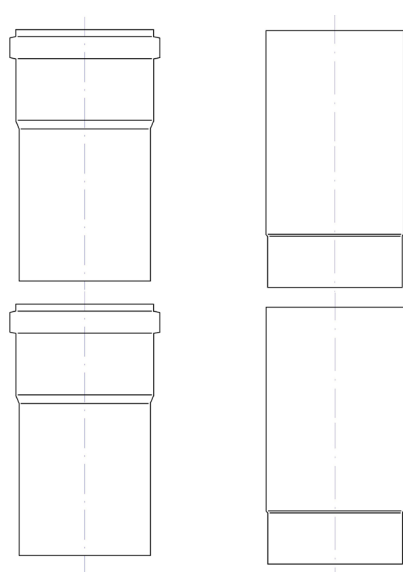

Fig.1
Il sistema NERINO MU e NERONE MV sono realizzati con giunto a bicchiere di tipo maschio/femmina su nervature autocentranti ed antischiacciamento come schematizzato in (Fig. 1). Il posizionamento della guarnizione siliconica nell'apposito alloggiamento situato all'interno del bicchiere femmina, garantisce la tenuta.
- Installare gli elementi seguendo il senso dei fumi indicato sull'elemento con un'apposita freccia, ovvero con il bicchiere interno femmina rivolto verso l'alto (Fig. 1)